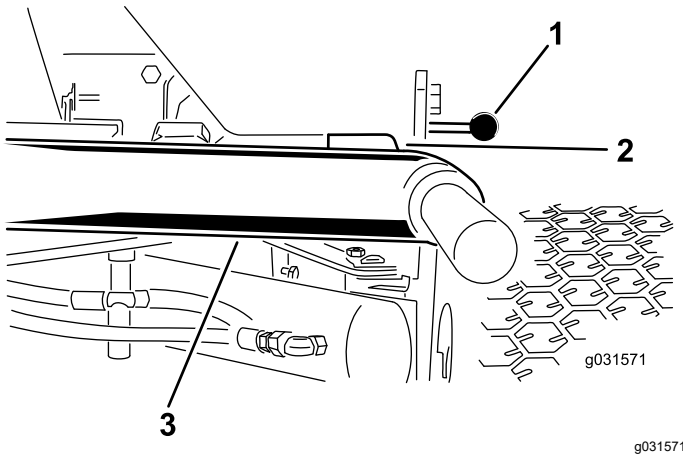

図 11
1. エンジンを始動し、昇降アームを上昇させて、各昇降アームとフロアプレートブラケットとの距離が、図 11のように58mm になっていることを確認する。